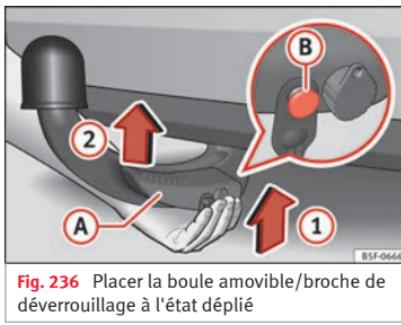

Fig. 236 Placer la boule amovible/broche de déverrouillage à l'état déplié
- Tenez la boule amovible **par en bas** » fig. 236 et encastrez-la dans le logement du crochet en suivant le sens de la flèche (1) jusqu'à entendre un clic » △.